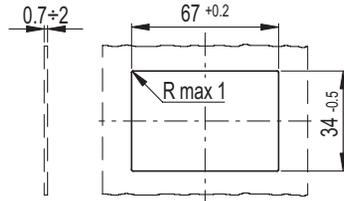

Abb.1
- (1) Die Lesegeschwindigkeit beeinträchtigt die Lebensdauer der Batterie
(2) Auflösung/Teilung: die kleinste Abweichung in der Länge, die das System anzeigen kann.
(3) Genauigkeit: max. Abweichung zwischen der angezeigten und der tatsächlichen Position.
(4) Wiederholgenauigkeit: max. Abweichung des Messergebnisses bei exakt reproduzierbar erreichter Messposition
- Den unteren Teil des Displays in das Gehäuse einpassen und solange hineindrücken, bis es komplett eingerastet ist (Abb. 1).